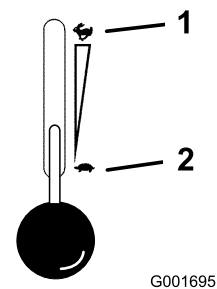

Figure 15
5. Placez la commande d'accélérateur à la position haut régime pour démarrer à froid (Figure 15).
2. Réglez la manette d'accélérateur à mi-course entre les positions bas et haut régime (Figure 15).